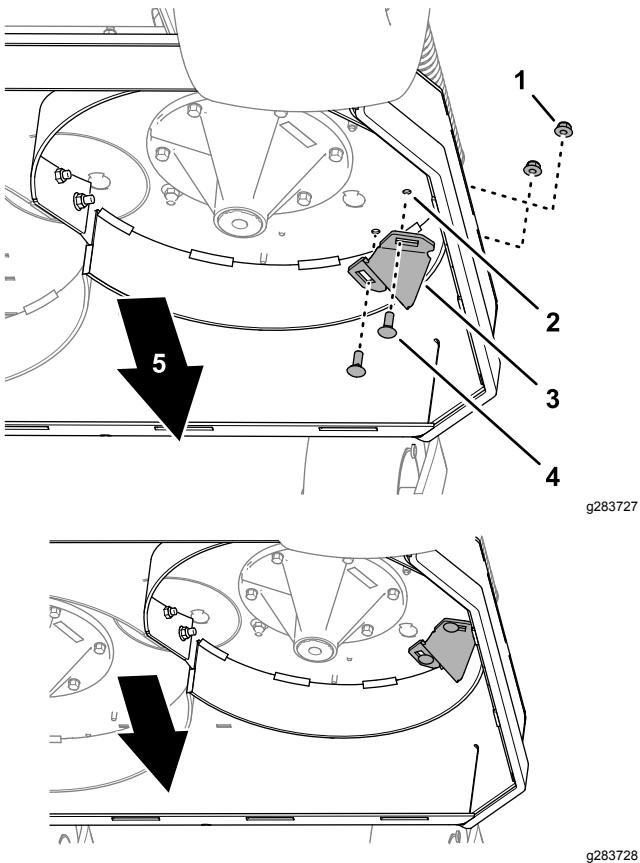

Bild 6
4. Richten Sie auf der linken Seite des Mähwerks die Schlitze im Anschlussstück des Ablenkblechs mit den beiden 10 mm Löchern 1 aus, die Sie in das Mähwerk gebohrt haben (Bild 6).